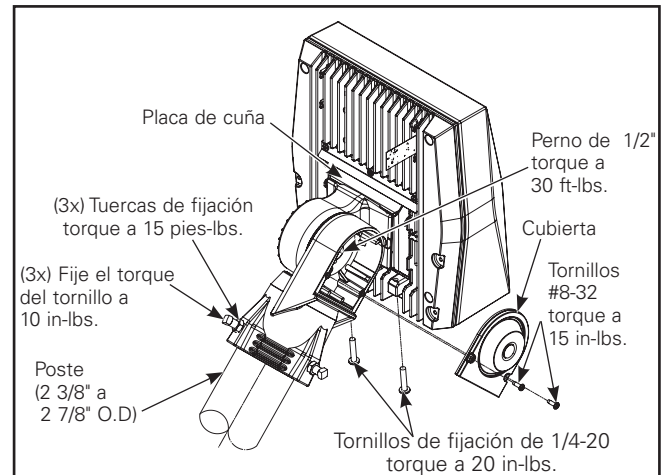

Figura 6. Axcent grande
- Fije el conjunto del sujetador deslizante a la luminaria. Asegúrese de que los cables de suministro de la luminaria estén completamente debajo de la placa de cuña y no estén pinzados. Apriete los dos tornillos de ¼-20 en la luminaria a 20 in-lbs. (Figura 6.)
- Coloque los cables hacia abajo en el poste o hacia arriba en el cuerpo deslizante. Baje el deslizador en la parte superior del poste. Asegúrese de que los cables de suministro no estén pinzados. (Figura 6.)
- Retire los (2) tornillos de la placa de cubierta y la placa de cubierta. (Figura 6.)